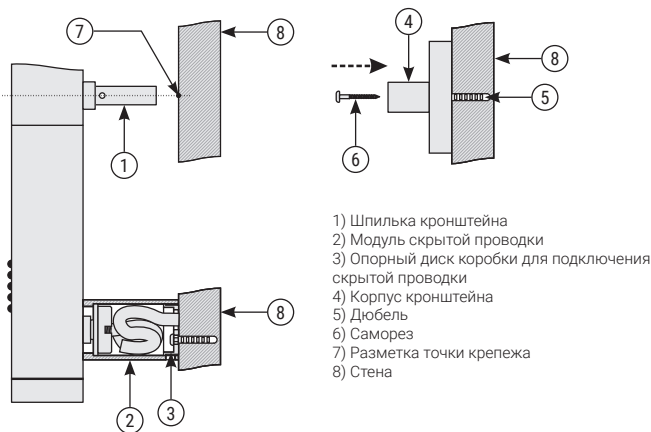

Рис.5
1.8. Установить шпильки кронштейна на полотенцесушитель (рис. 5).
1.9. Произвести «примерочный» монтаж модуля скрытой проводки вместе с электрическим полотенцесушителем на опорный диск для точной разметки точек крепежа (рис. 5).
1.11. В полученных метках сделать отверстия диаметром 6 мм и произвести монтаж кронштейна полотенцесушителя (рис. 5).